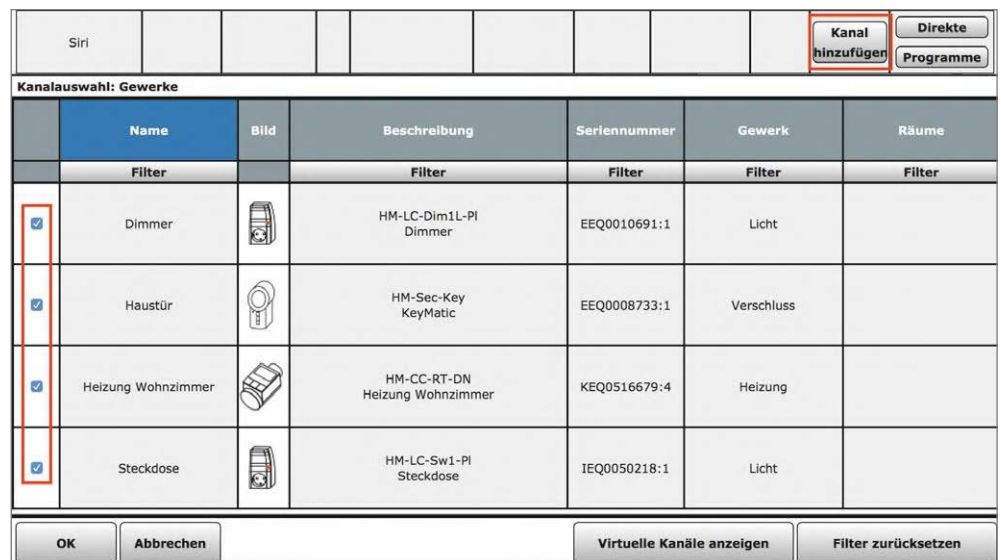

Bild 5: Einfügen der Geräte in das Gewerk „Siri“.
11. In dieses Gewerk fügen wir nun alle gewünschten Kanäle der unterstützten HomeMatic-Geräte (siehe Tabelle 1) ein (Bild 5).